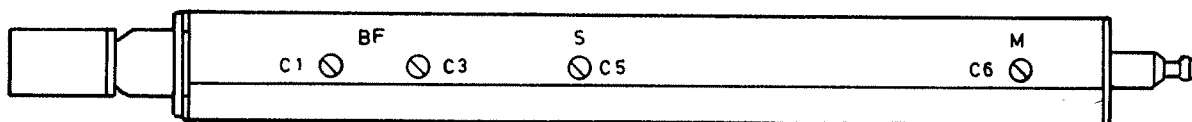

Bild 43. Kanalenhet FR 16, F3600-000308
- Bestäm oscillatorns båda gränshänsor (»hållområde») med hjälp av kondensatorn C6 på kanalenhetens ovansida (se bild 43).
- Bestäms oscillatorns »hållområde» med hjälp av kondensatorn C5 på kanalenhetens ovansida (se bild 43) förfar enligt avsnitt 6.5.2.